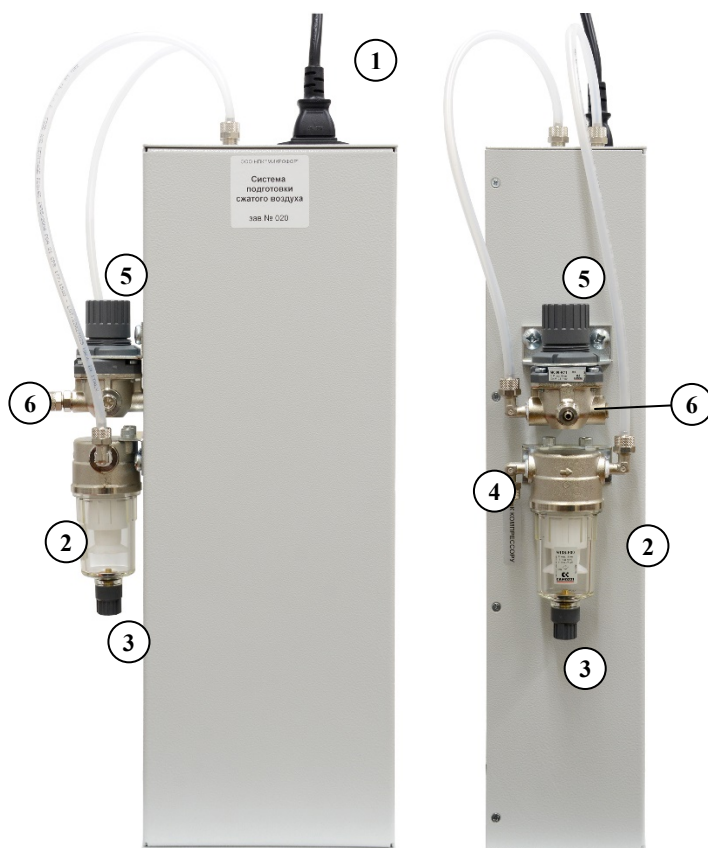

Рисунок 27 – Блок подготовки сжатого воздуха:
1.4. Блок подготовки сжатого воздуха (Рисунок 27) содержит конденсатоотводчик, систему осушки с холодной регенерацией, встроенный выходной фильтр и редуктор.
2.5. Трубка для подключения компрессора имеет на одной стороне быстросъемное соединение для подключения компрессора. Подключите её концом без штуцера к входному штуцеру конденсатоотводчика блока подготовки сжатого воздуха (2 и 4 на Рисунок 27), используя гаечный ключ на 12.
2.6. Трубкой без разъемов подключите выход блока подготовки сжатого воздуха (6 на Рисунок 27) к штуцеру «ВХОД ГАЗА» генератора (см. Рисунок 2), используя гаечный ключ на 12.
2.8. Подключите шнур питания к блоку подготовки сжатого воздуха (1 на Рисунок 27) и к розетке, имеющей клеммы заземления.
3.5. При заполнении конденсатоотводчиков блока подготовки сжатого воздуха (2 на Рисунок 27) или компрессора (при наличии у него конденсатоотводчика) до уровня 50% требуется провести сброс конденсата из них следующим образом.
- 3) подставить под конденсатоотводчиком (2 на Рисунок 27) ёмкость;
- 4) повернуть вентиль сброса конденсата (3 на Рисунок 27) до упора;